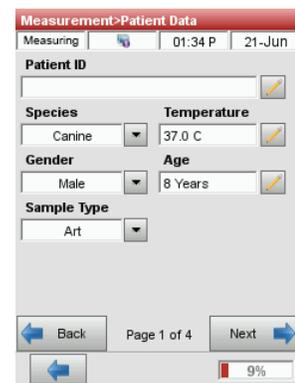

Figura 21. Dati richiesti sul paziente
5. Immettere i dati richiesti sul paziente (Figura 21).